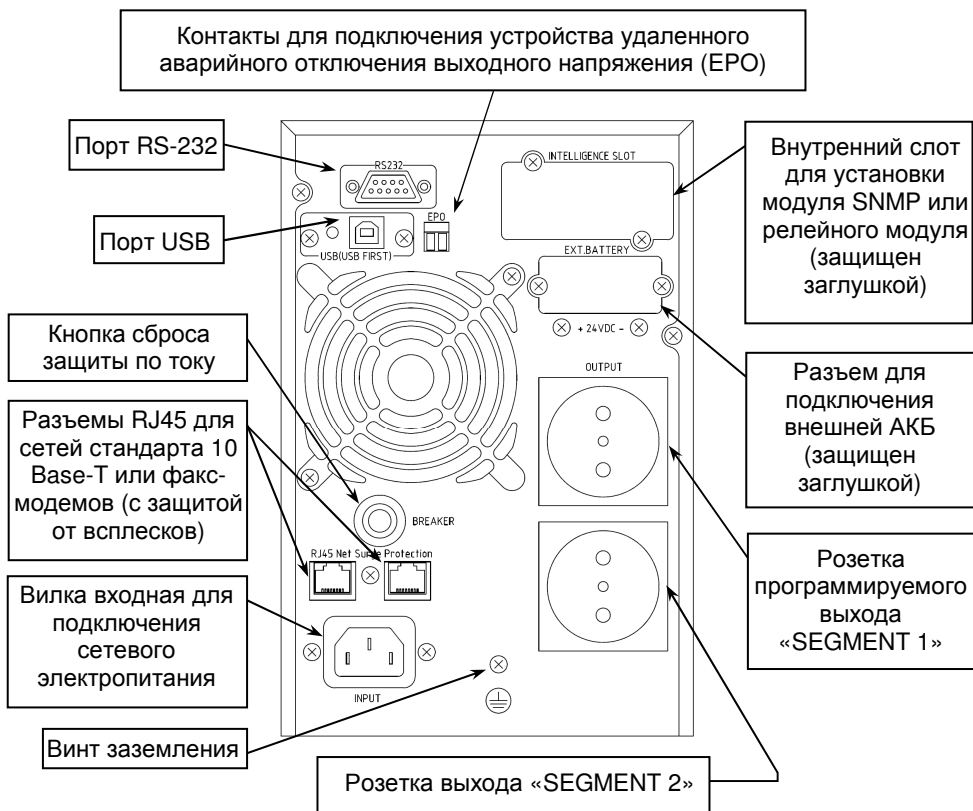

Рисунок 2 – Общий вид задней панели изделия.
На задней панели изделия расположены: входной и выходные разъемы, разъем для подключения внешней аккумуляторной батареи, кнопка сброса срабатывания защиты по току (срабатывание защиты происходит при превышении уровня входного тока выше допустимого), вентилятор охлаждения и разъемы коммутационных портов (см. рисунок 2).
- Заземлить корпус изделия, используя винт заземления (см. рисунок 2).